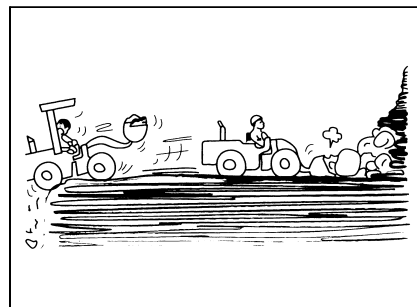

Рис. 1-73
- Перед началом движения задним ходом следует внимательно следить за задней зоной погрузчика (рис. 1-73).